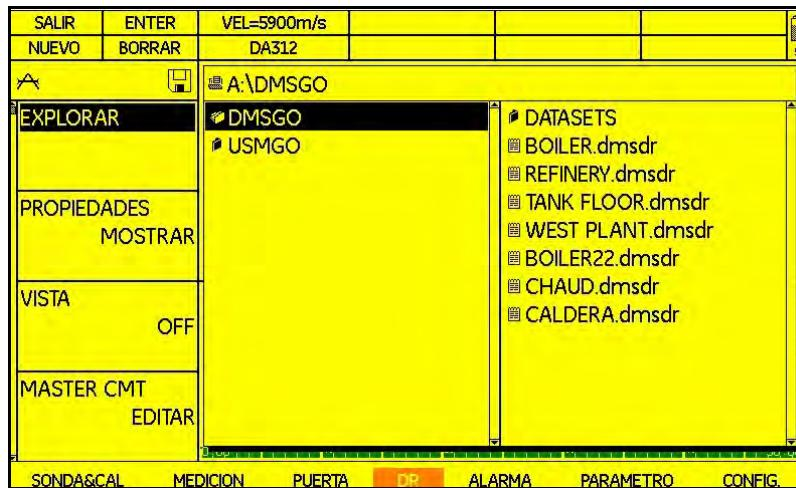

Figura 28: La opción Explorar (con archivos creados)
1. Utilice el joystick () para seleccionar la función denominada **EXPLORAR** en el menú **DR**. Mueva el joystick hacia la derecha () para abrir la función. Si ya ha creado archivos, la pantalla es similar a la Figura 28 de la página siguiente.